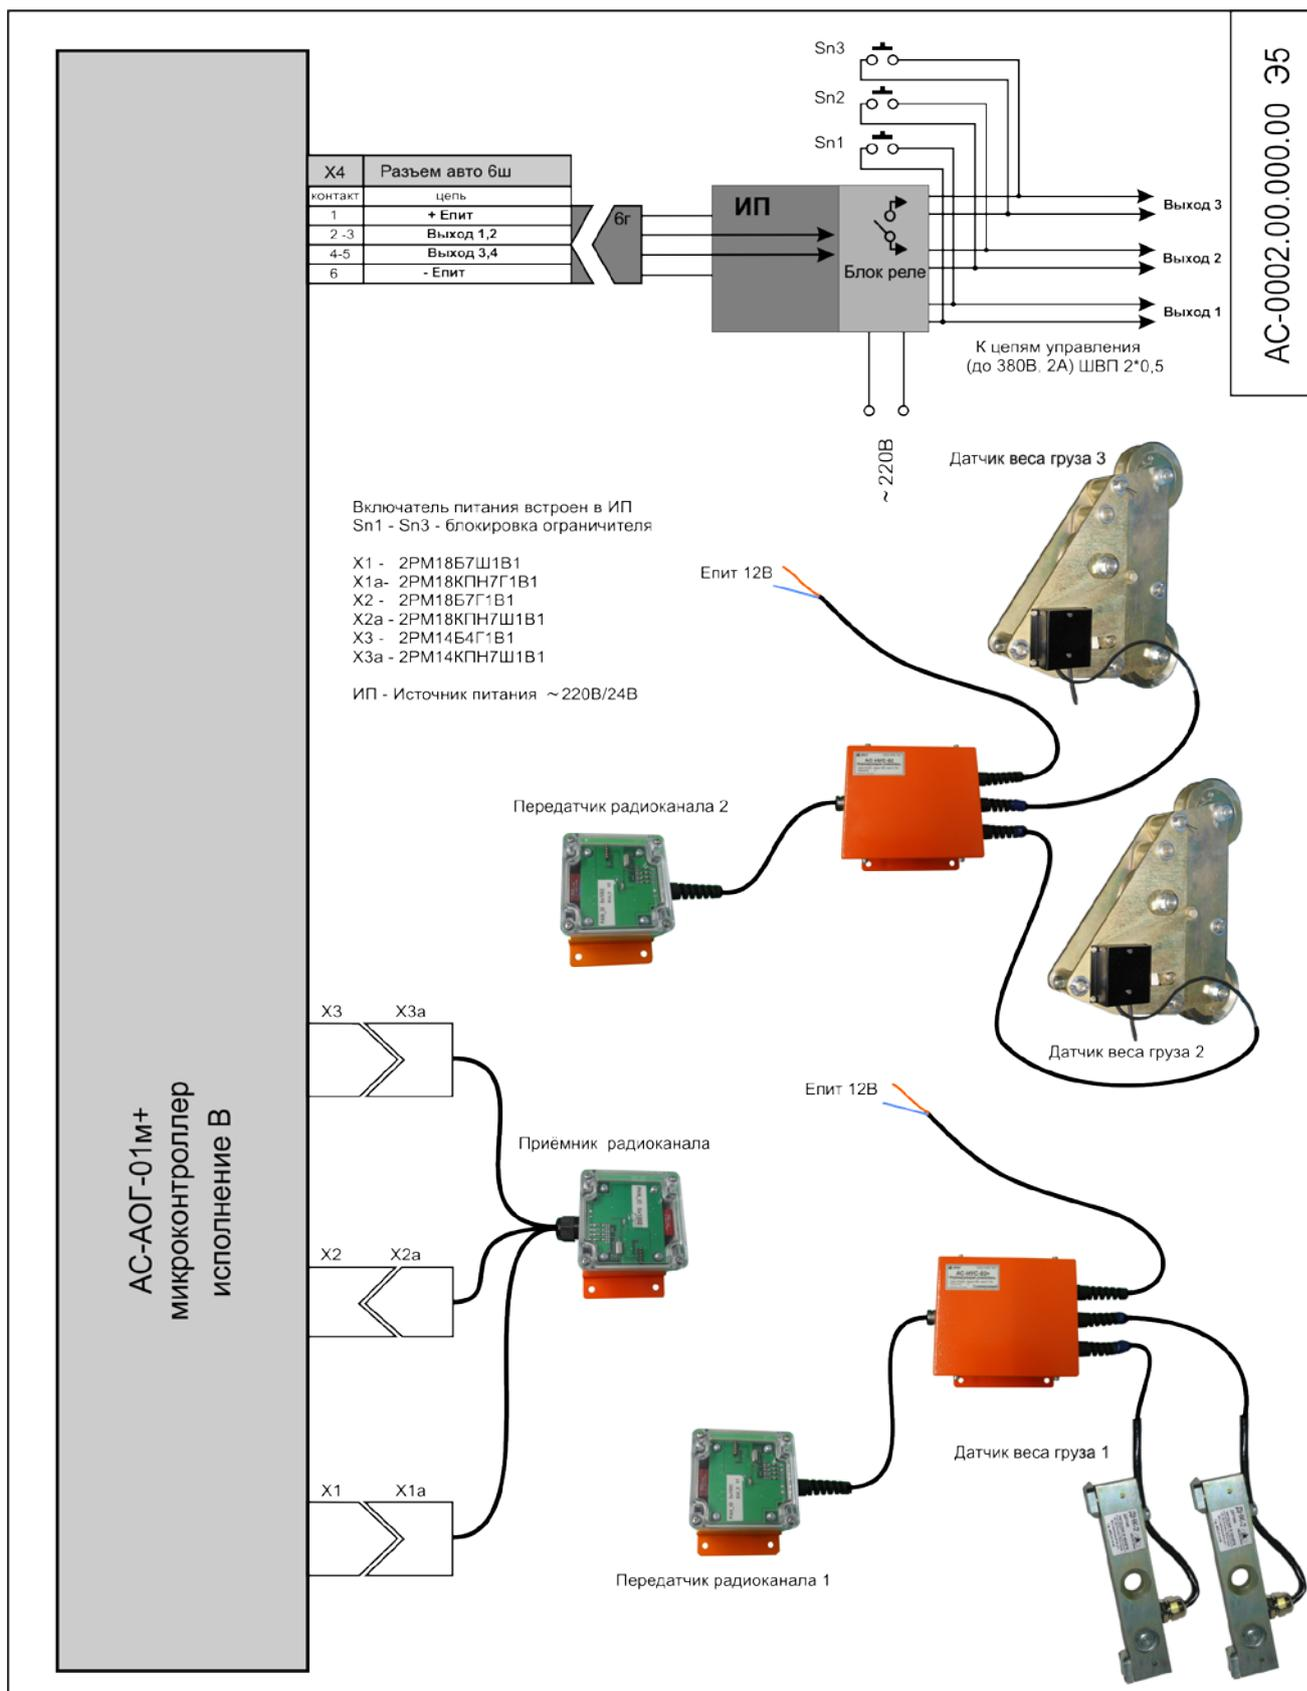

Рис.3
6.1. Описание работы проводится по схеме подключения рис.3.
6.3. Напряжение питания 220В при установке тумблера Sn, встроенного в блок питания, в положение ВКЛ - подается на блок питания АС-БП-02, понижается до уровня 24В и через разъём Х4 поступает на цепи питания контроллера, Рис.3..